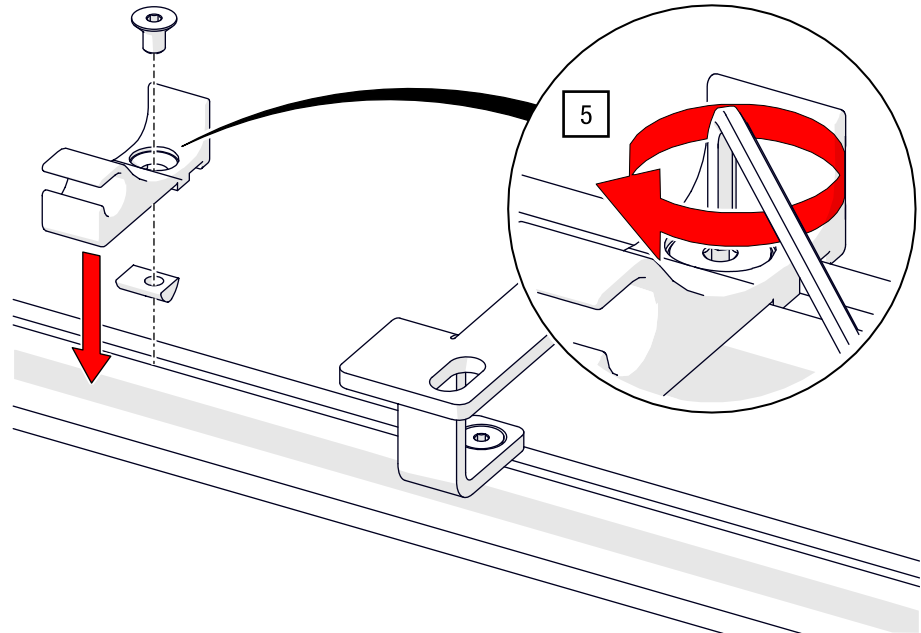

Abb. 74: Obenliegende Seilführung – Seilführung gerade montieren
5. Positionieren Sie jeweils eine der geraden Seilführungen in der Nähe der Abhängungen, verteilen Sie den Rest am verbleibenden geraden Schienenteil (herausstehende Seite an Gegenseite der Seilklemmung) und schrauben Sie die Seilführungen mit einem ISK SW 3 an (siehe Abb. 74).